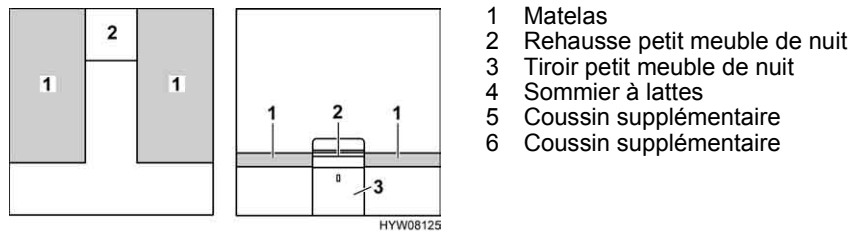

Fig. 90 Avant la transformation
- Retirer la rehausse du petit meuble de nuit (Fig. 90,2) et la mettre de côté.